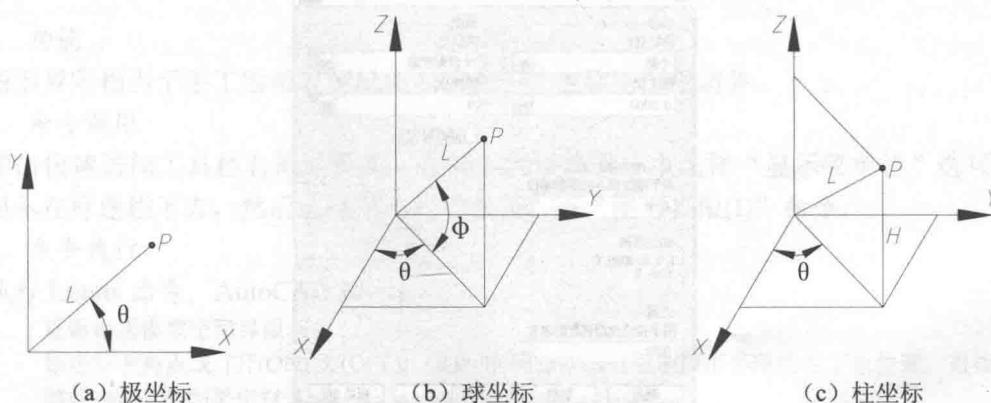

图 1-14 点的坐标输入方式
(1) 直角坐标——点的直角坐标在 AutoCAD 中的输入格式为 x,y,z 。如 35,42,68。若移动鼠标，在绘图窗口拾取一点，相当于输入了一个 z 坐标为 0 的二维点，等效于由键盘输入 x,y 。
(2) 极坐标——极坐标用于输入二维点，在 AutoCAD 中的输入格式为 $L<\theta$ ，其参数含义以及与直角坐标系的关系如图 1-14 (a) 所示。默认状态下，极坐标系的极点与直角坐标系的原点重合，极轴的正向是直角坐标系中 x 轴的正向，逆时针方向为极角的增大方向。
(3) 球坐标——球坐标用于输入三维点，在 AutoCAD 中的输入格式为 $L<\theta<\phi$ ，其参数含义以及与直角坐标系的关系如图 1-14 (b) 所示。
(4) 柱坐标——柱坐标也是用于输入三维点，在 AutoCAD 中的输入格式为 $L<\theta,H$ 。其参数含义以及与直角坐标系的关系如图 1-14 (c) 所示。